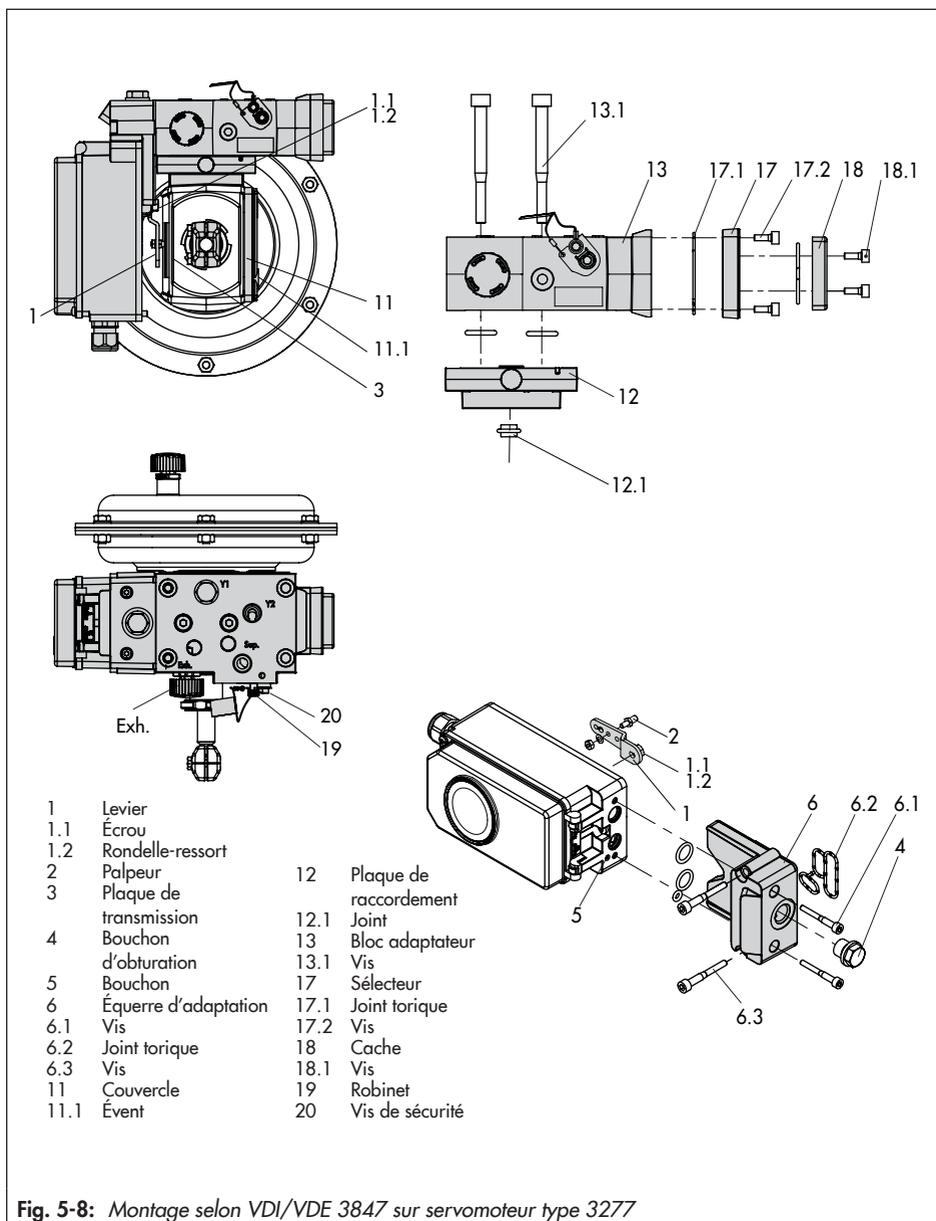

Fig. 5-8: Montage selon VDI/VDE 3847 sur servomoteur type 3277
Montage sur servomoteur type 3277 (cf. Fig. 5-8)
Monter le positionneur sur l'arcade comme illustré dans la Fig. 5-8. La pression de commande, par l'intermédiaire de la plaque de raccordement (12), est transmise au servomoteur en position de sécurité soit par un orifice de soupape à l'intérieur de l'arcade en version tige sort par manque d'air, soit par une conduite d'impulsion externe en version tige rentre par manque d'air.